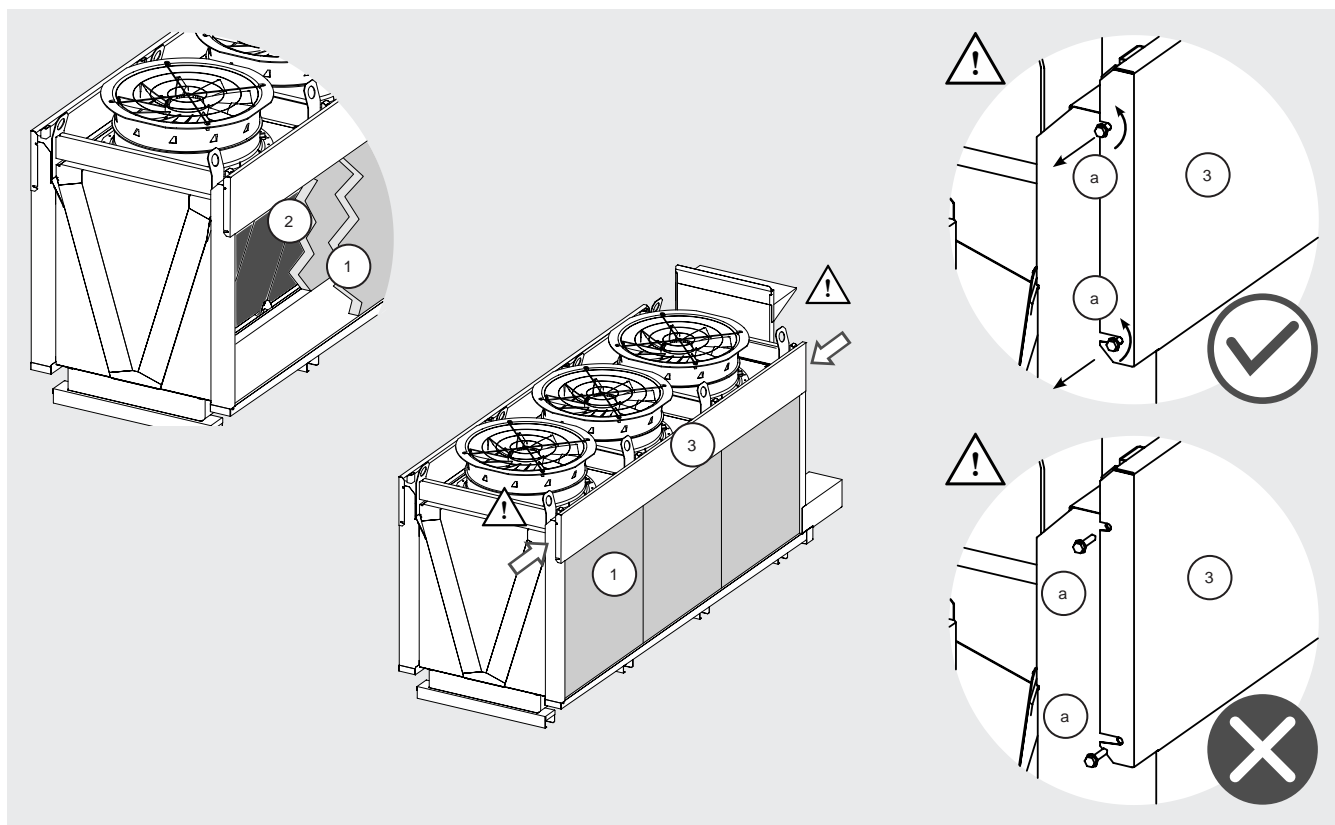

Figure 20
- 12.11.6 Pour nettoyer ou remplacer les panneaux, il faut d'abord retirer les panneaux extérieurs (1) puis les panneaux intérieurs (2). Voir la Figure 20.
- 12.12.4 Dévissez les vis fixant le couvercle (3) du compartiment des buses conformément à la Figure 20. Ouvrez le compartiment des buses en soulevant le couvercle (3) comme indiqué au point 12.11.8.